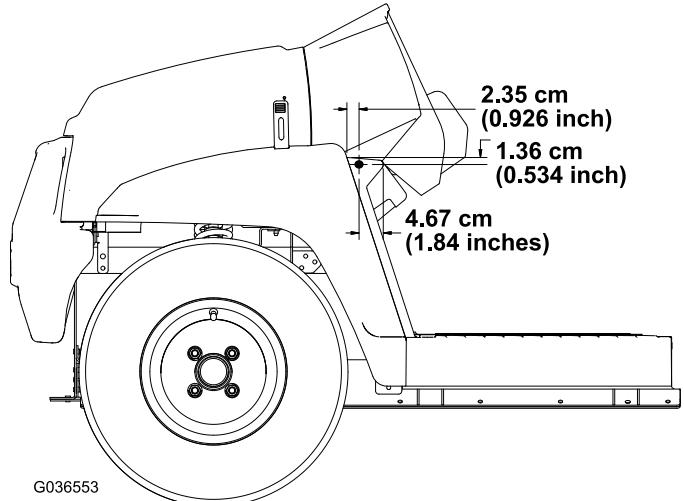

Bild 30
2. Verwenden Sie die in Bild 30 abgebildeten Abmessungen und bohren Sie ein 5/16" großes Loch in die Außenseite des Trittbretts an der linken und rechten Seite der Maschine.